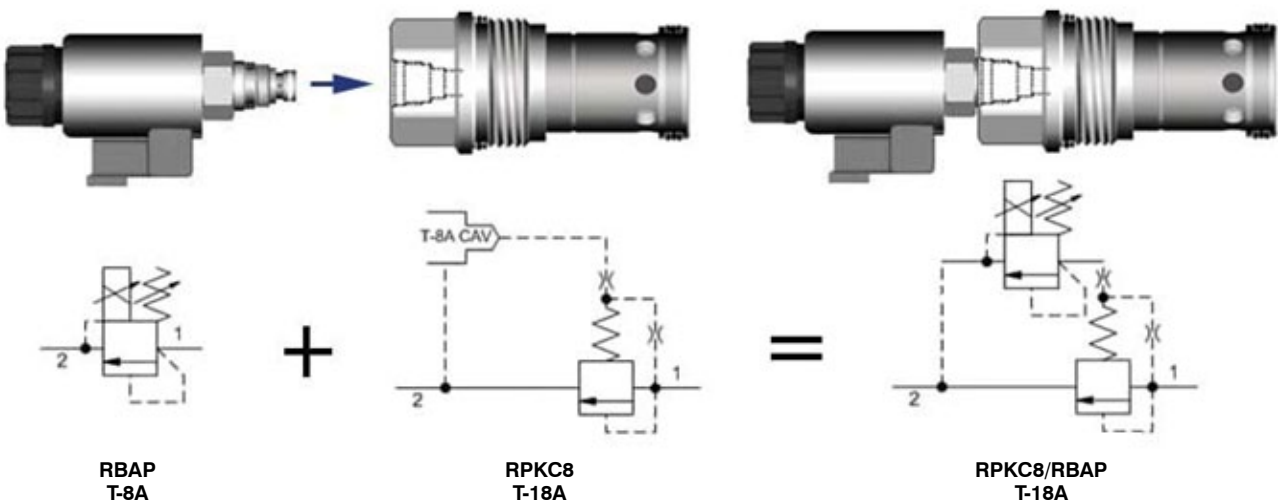

Bild 1: Das T-8A Konzept ermöglicht es, mit einem elektro-proportionalen Vorsteuerventil ein Hauptstufen-Druckbegrenzungsventil anzusteuern.
- Sie passen in die T-8A Einschraubbohrung. Der Nenndurchfluss beträgt 1 l/min. In Verbindung mit Hauptstufen Druckbegrenzungs- oder Druckregelventilen sind Nennvolumenströme bis 760 l/min möglich. Siehe Bild 1.